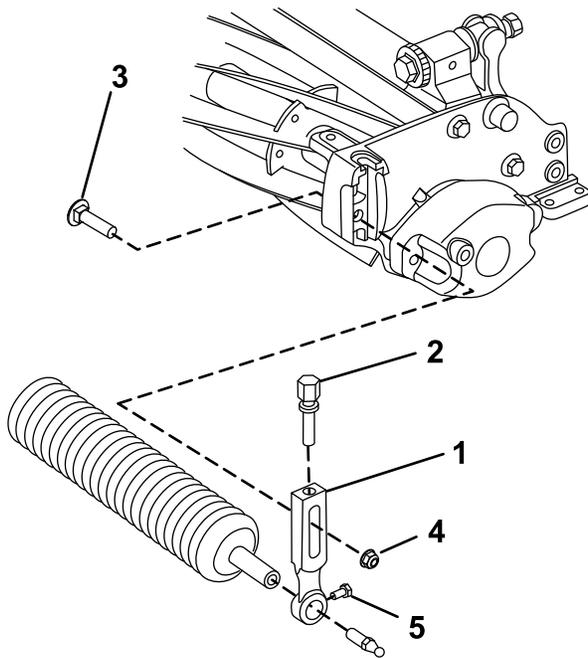

Figura 3
1. Retire el perno avellanado, la tuerca y la tuerca con arandela prensada que sujetan uno de los brazos de ajuste de la altura de corte a la chapa lateral de la unidad de corte (Figura 3).
3. Introduzca el eje del rodillo en el brazo de ajuste de la altura de corte del otro lado de la unidad de corte (Figura 3).
4. Coloque el brazo de ajuste de la altura de corte sobre el eje del rodillo (Figura 3).
5. Sujete provisionalmente el rodillo a la unidad de corte con el brazo de ajuste de la altura de corte y las fijaciones retiradas anteriormente (Figura 3).
7. Apriete los tornillos de montaje del rodillo (Figura 3).
2. Afloje los tornillos de montaje del rodillo de los brazos de ajuste de la altura de corte (Figura 3).